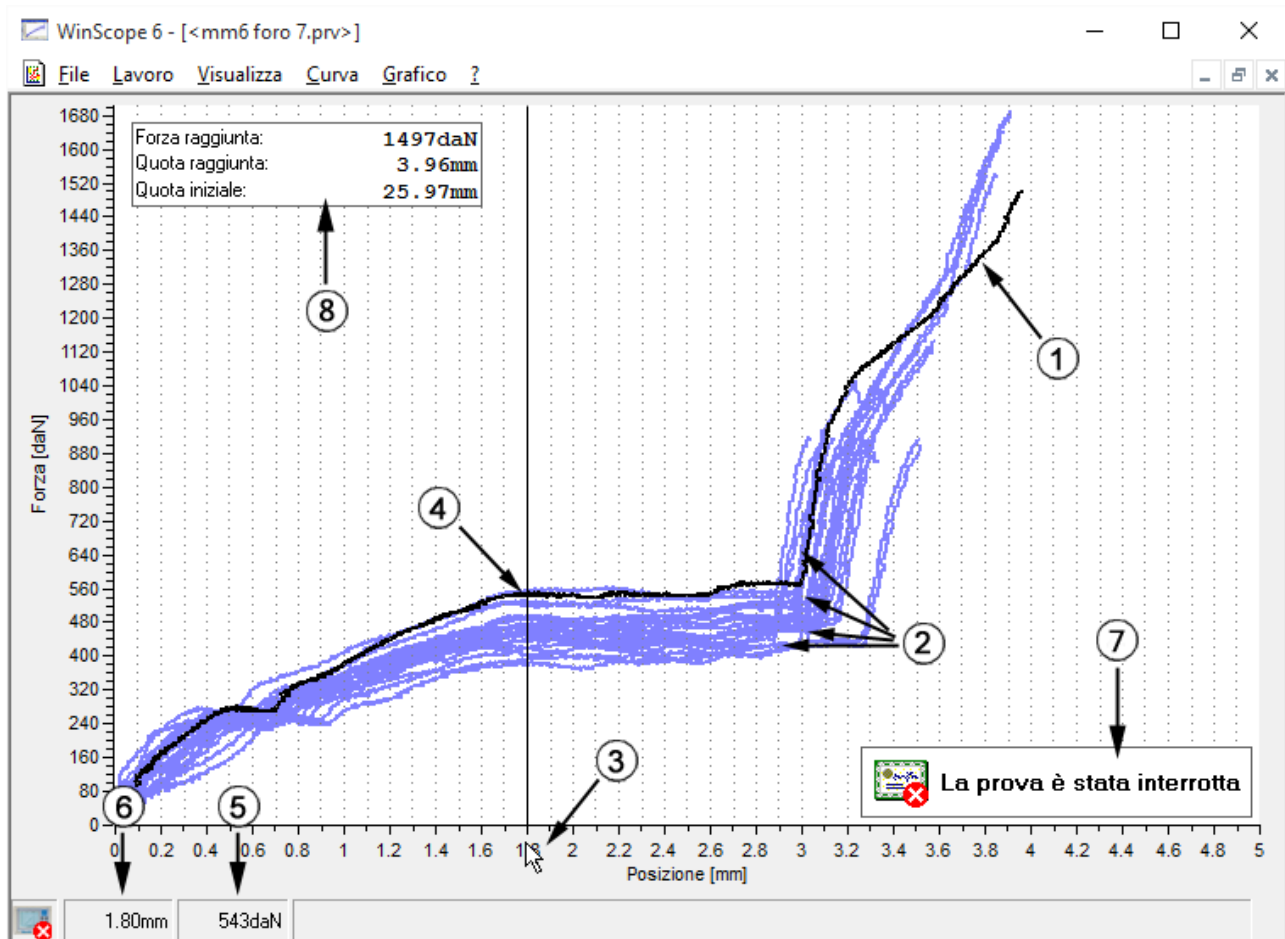

Figura 9
Normalmente quando è visualizzata una nuova curva quella vecchia, è eliminata, attivando l'opzione Curva > Crea gruppo di curve è possibile non eliminare le vecchie curve e creare così un *gruppo di curve* sovrapposte. Nel gruppo di curve una curva è quella *attiva* ed è tracciata in un colore diverso (vedi Figura 9); è possibile cambiare la curva attiva con i comandi Curva > Curva seguente e Curva precedente o con i tasti Ctrl+P e Ctrl+S. Quando si usa il cursore (0) i valori misurati saranno riferiti curva attiva.
Tramite il cursore possiamo misurare il valore di forza della curva attiva in una posizione qualsiasi (vedi Figura 9). Per far questo assicuriamoci che il grafico sia del tipo spostamento-forza poi spostiamo il cursore  sopra il righello orizzontale e teniamo premuto il pulsante di sinistra del mouse. Dopo alcuni istanti apparirà nel grafico una linea verticale e nella barra di stato sarà indicata la quota esatta dove si trova il cursore e la forza della curva attiva misurata nella posizione del cursore. Se spostiamo il mouse a destra o a sinistra, mantenendo premuto il suo pulsante sinistro, vedremo variare i valori nella barra di stato. Se premiamo anche il tasto shift della tastiera del computer e ci spostiamo, sempre tenendo premuto il tasto del mouse, vedremo nella barra di stato la distanza dal punto in cui abbiamo premuto shift alla posizione corrente.